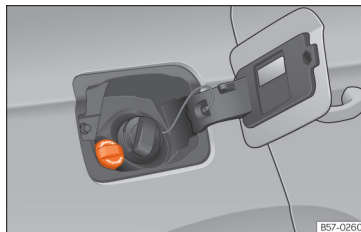

Fig. 188 Capacul rezervorului de AdBlue®.
- Deschideți capacul rezervorului »» fig. 188.
- Rotiți bușonul rezervorului de SCR în sens antiorar »» fig. 188.